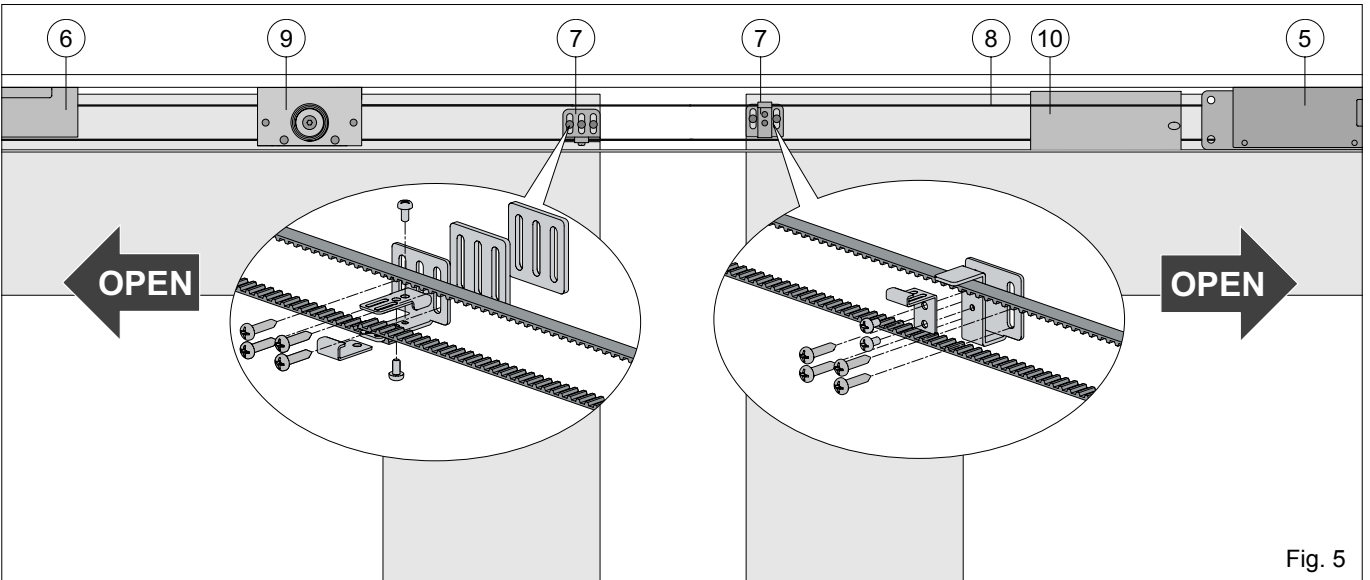

Fig. 5
*Attention: avec l'automatisme à deux vantaux les brides de fixation du vantail doivent être positionnées au raz du vantail comme indiqué sur la fig. 5.*